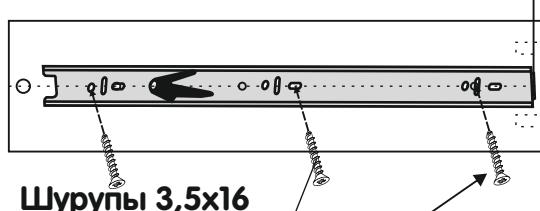

Рис.4
2. Приложить направляющую к каждой боковой стенке ящика так, чтобы центры отверстий направляющей совпали с линией на боковой стенке ящика, выдержав размеры, показанные на рис.4.
3. Крепить направляющую к каждой боковой стенке ящика шурупами 3,5x16-3шт. (см. рис.4). Отступить от переднего края 1,5-2мм , разметить и накернить соответствующие отверстия.